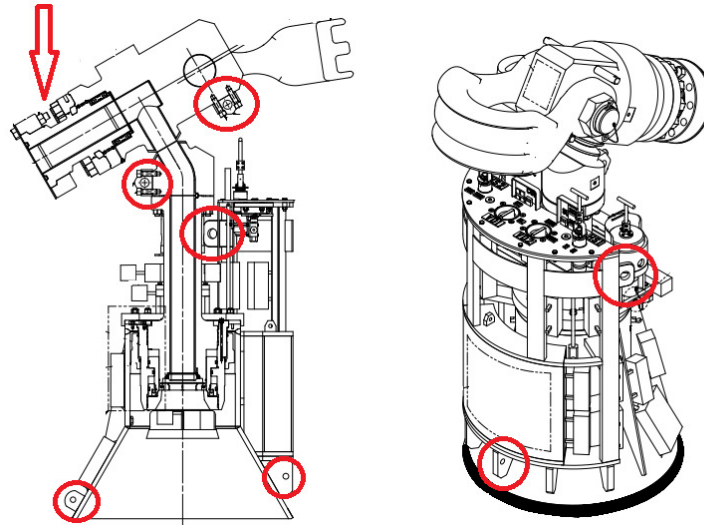

Figura 1: Pontos utilizados para tombamento/ estaçamento.
1. Somente utilizar os olhais (preferenciamente com manilhas) sinalizados e o enforcamento com cintas, de maneira que não corram, nas indicações das setas da Figura 1 para tombamento do MCV.
2. Em caso indisponibilidade de uma mesa de inspeção, o MCV deverá ser tombado no convés com o auxílio dos olhais da Figura 1.
1. Para estaçamento do MCV na mesa de inspeção do EQSB, a Figura 1 poderá ser utilizada como referência (pontos de ancoragem/ estaçamento).